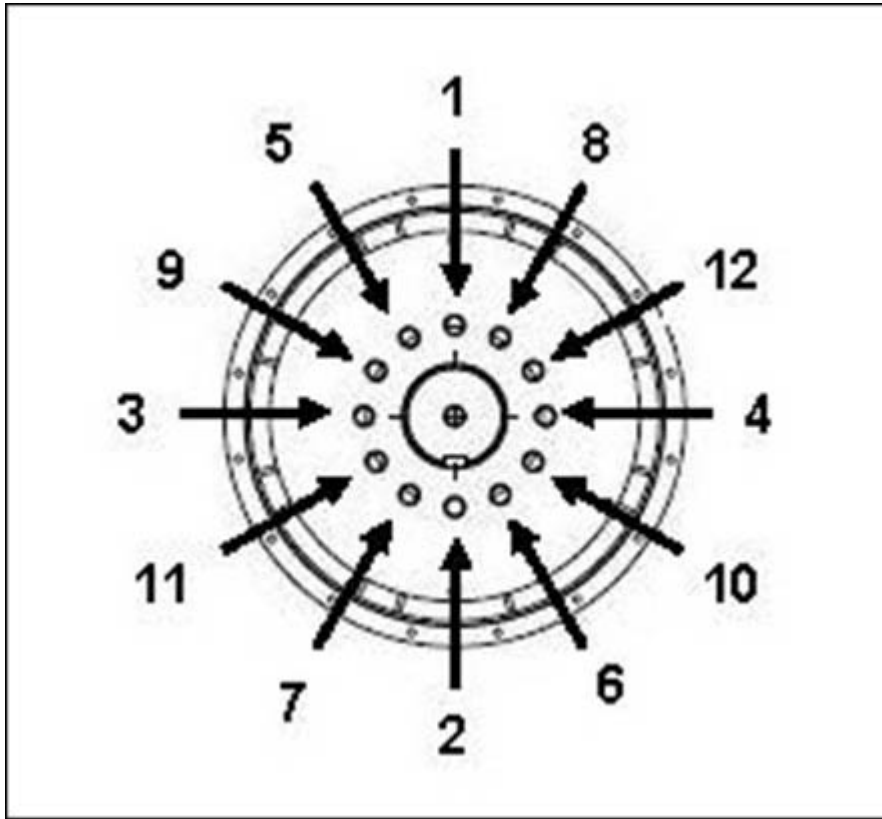

図 17. ハブへの固定手順
4. 必要に応じて、表示の順番でカップリング ディスク ボルトを締め付けます 図 17 ページ 31。